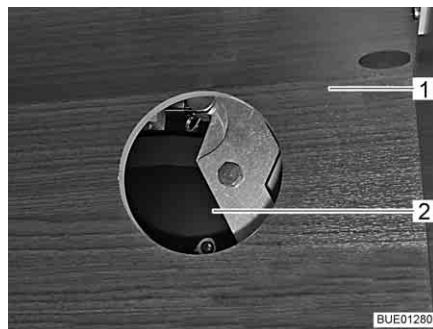

Fig. 102 Accesso all'azionamento
- Aprire l'anta del pensile (Fig. 102,1) secondo lo specifico modello, quindi rimuovere il coperchio dell'apertura di accesso (Fig. 102,2).